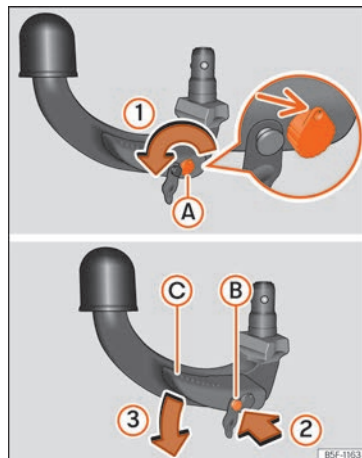

Abb. 170 Ruheposition der Anhängerkupplung »
- Führen Sie den Schlüssel ein und drehen Sie ihn in Pfeilrichtung » Abb. 170 ①, bis das Loch im Schlüssel nach oben weist (Pfeil).
- Drücken Sie den Entriegelungsbolzen » Abb. 170 ② in Pfeilrichtung ② und gleichzeitig den Hebel ③ in Pfeilrichtung ③ bis zum Anschlag.